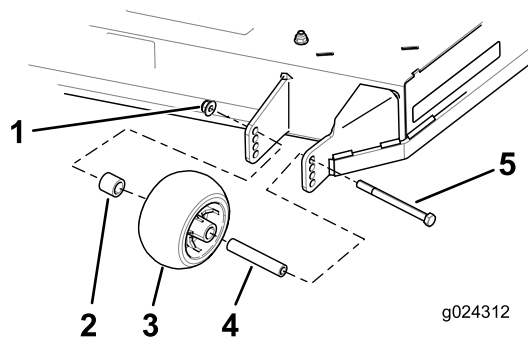

Figura 23
3. Retire la tuerca con arandela prensada, el rodillo protector de césped y el perno de la abrazadera (Figura 23).
4. Alinee el perno y el rodillo protector del césped con el taladro del soporte que corresponde a la posición de altura de corte más próxima (Figura 23).
5. Introduzca el perno en el taladro del soporte y sujete el perno y el rodillo protector del césped con la tuerca con arandela prensada (Figura 23).